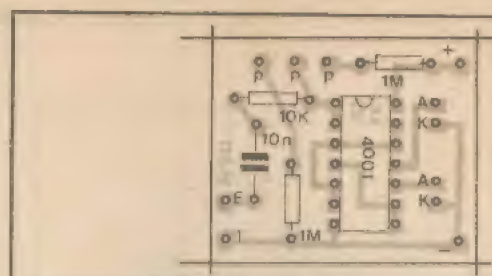

Fig. 3
- FIG. 3 - LAY OUT DO CIRCUITO IMPRESSO ESPECÍFICO - A placa é uma *caquinha*, do tamanho de uma caixa de fósforos, e com padrão cobreado (a figura mostra-o, em negro, tamanho natural...) simples e *descongestionado*... Bastará